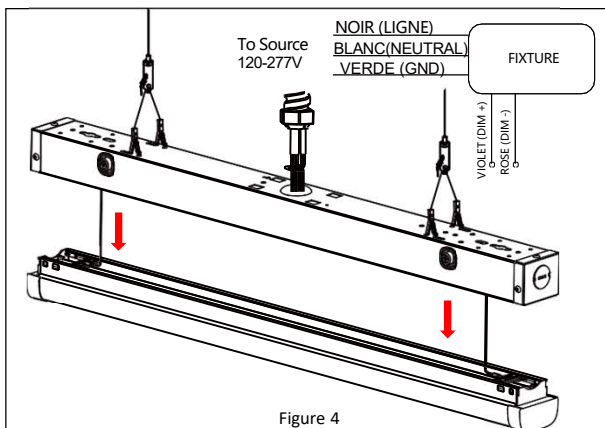

Figure 4
9. Au moyen des capuchons de connexion fournis, effectuez les raccords selon le schéma de câblage de la **Figure 4**.
9. Au moyen des capuchons de connexion fournis, effectuez les raccords selon le schéma de câblage de la **Figure 4.**